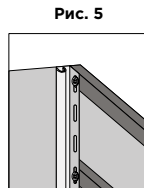

Рис. 5
4. Установка J-профиля. Для обрамления оконных и дверных проемов рекомендуется использовать J-профиль. Также J-профиль используется в качестве финишного элемента (рис. 5, 6). Допустимо использование наружных углов для обрамления оконных и дверных проемов. Придерживайтесь п. 5 Общих положений при монтаже элемента.